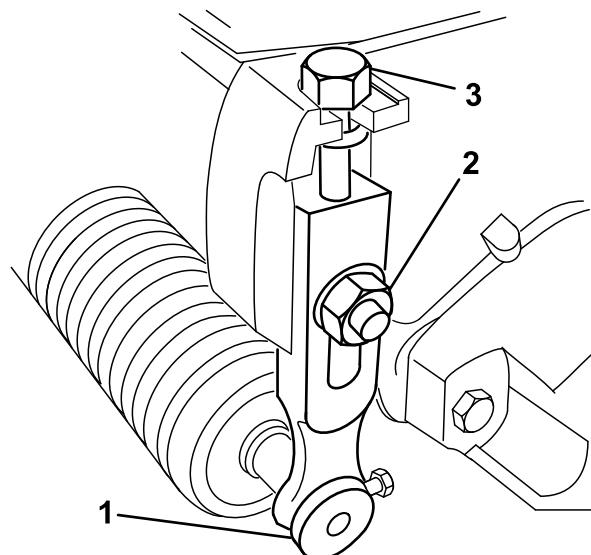

图17
1. 松开将剪草高度臂固定到滚刀组侧板上的锁紧螺母 图17。